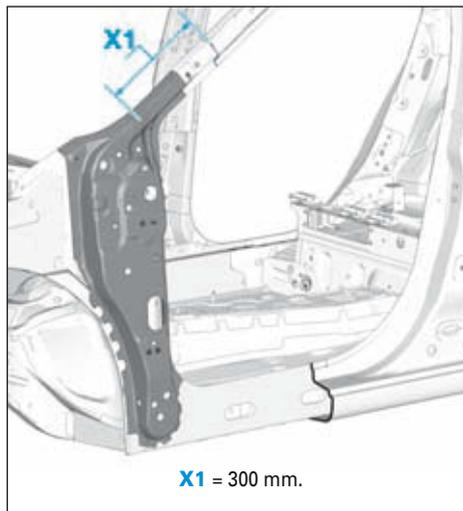

FIG.67
- Respecter la ligne de coupe en respectant la distance X1 (Fig.67).